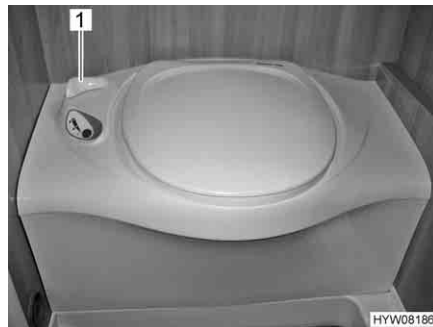

Fig. 250 Toilette Thetford
- Prima di tirare l'acqua, aprire il cursore della toilette Thetford. A tal fine ruotare la leva del cursore (Fig. 250,1) in senso antiorario.
- Dopo aver tirato l'acqua chiudere il cursore. Ruotare la leva del cursore (Fig. 250,1) in senso orario.